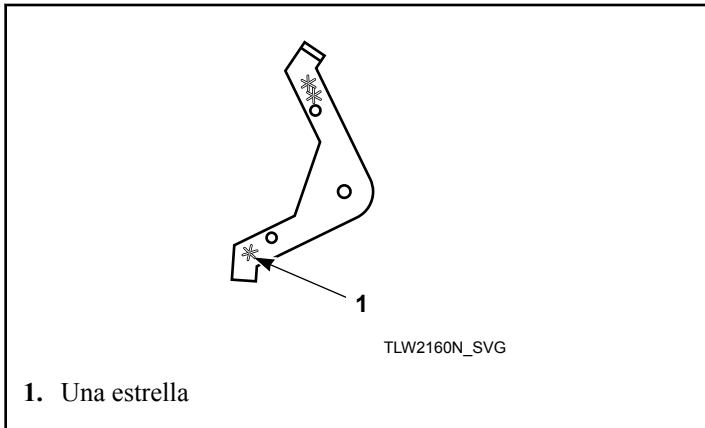

Figura 35
2. Instale la palanca de prolongación con el brazo que tiene una estrella mirando hacia abajo. Consulte *Figura 35*.